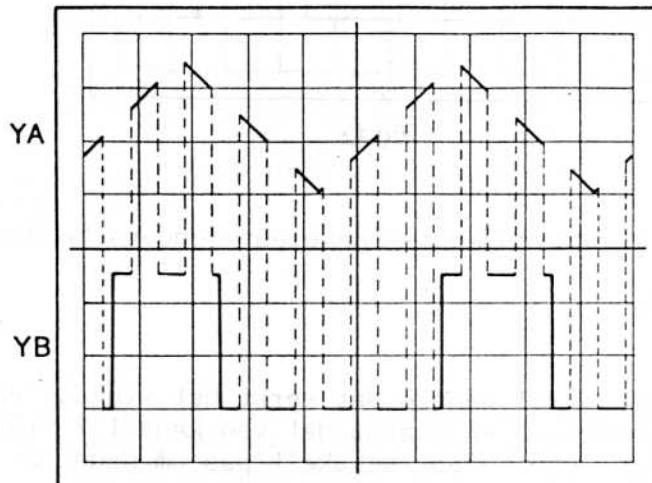

fig. 14
- ad. b: Geschakelde weergave wil zeggen dat de twee signalen als het ware in stukjes worden gehakt. De "elektronische schakelaar" schakelt nu zo snel, dat tijdens één tijdbasislag enige honderden keren wordt omgeschakeld tussen YA en YB. We zien nu dat beurtelings van YA en YB stukjes van het signaal op het scherm worden geschreven (fig. 14).